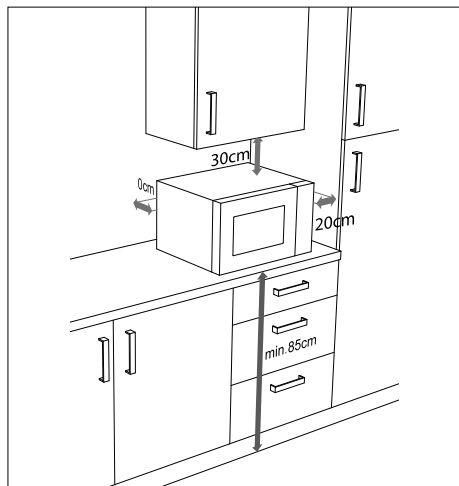

Fig. 4 – Distanza dell'apparecchio
- ▶ Per assicurare un'aerazione sufficiente, è necessario mantenere le distanze indicate nella **"Fig. 4 – Distanza dell'apparecchio"**. Il distanziatore sulla parte posteriore dell'apparecchio deve poggiare contro la parete per garantire la corretta distanza tra parete e forno a microonde al momento del posizionamento.